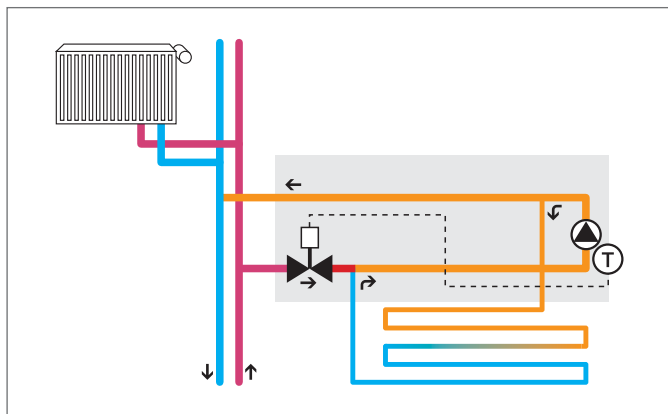

Рис. 7-6 Схема системы
1. Смонтировать все элементы, согласно схеме (см. рис. 7-6).